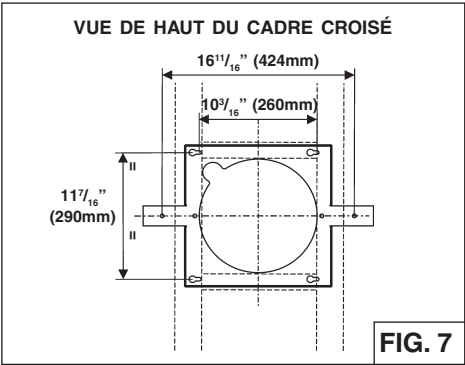

FIG. 7
4. Monter les quatre vis 6x70mm au plafond à l'endroit indiqué sur la figure 7. Laisser 1/4" d'espace entre la tête de vis et le plafond (vis seront serrées plus tard). Assurez-vous que les vis sont entrainées dans le centre de poutrelles et de cadrage pour une résistance maximale.